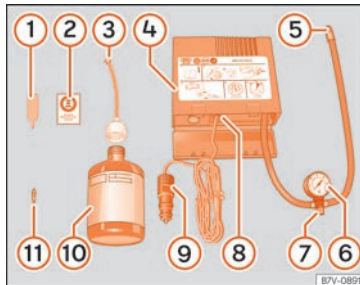

Abb. 71 Prinzipdarstellung: Bestandteile des Pannensets
• Ventilkappe und Ventileinsatz vom Reifenventil abschrauben. Verwenden Sie den Ventileinsatzdreher »» **Abb. 71** ① zum Heraus-schrauben des Ventileinsatzes. Legen Sie den Ventileinsatz auf einem sauberen Untergrund ab.
• Reifendichtmittelflasche kräftig schütteln »» **Abb. 71** ⑩.
• Schrauben Sie den Einfüllschlauch »» **Abb. 71** ③ auf die Dichtmittelflasche. Die
• Verschlussstopfen vom Einfüllschlauch »» **Abb. 71** ③ entfernen und das offene Ende ganz auf das Reifenventil stecken.
• Ventileinsatz mit dem Ventileinsatzdreher »» **Abb. 71** ① wieder in das Reifenventil schrauben.
• Reifenfüllschlauch »» **Abb. 71** ⑤ des Luftkompressors fest auf das Reifenventil schrauben.
• Prüfen, ob die Luftablassschraube »» **Abb. 71** ⑦ zuge dreht ist.
• Stecker »» **Abb. 71** ⑨ in die 12 Volt-Steckdose des Fahrzeugs stecken »»  Seite 170.
• Luftkompressor mit dem EIN- und AUS-Schalter »» **Abb. 71** ⑧ einschalten.
- Kleben Sie den Aufkleber »» Abb. 71 ② im Sichtfeld des Fahrers auf das Kombiinstrument.